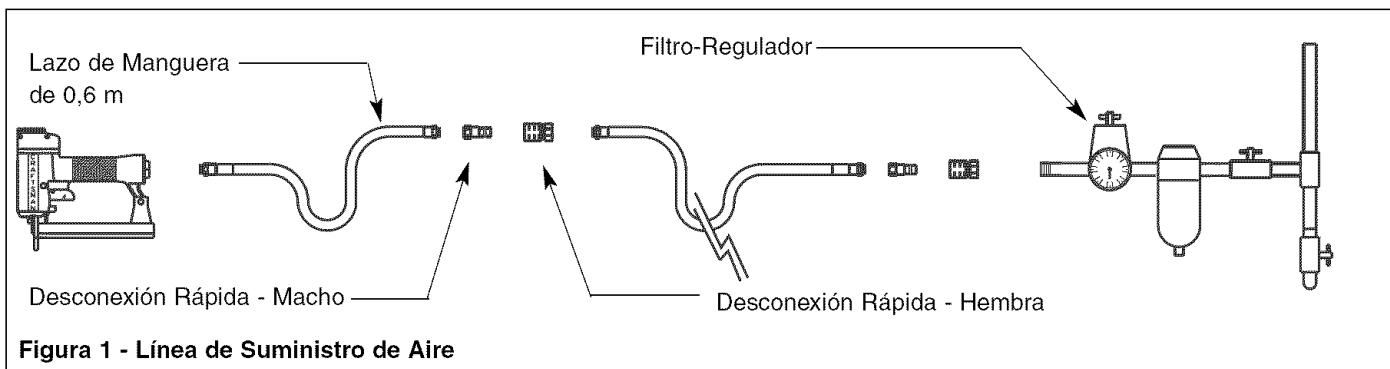

Figura 1 - Línea de Suministro de Aire
Refiérase a la Figura 1 (página 9).
- Se requiere un sistema de filtro-regulador, el cual se debe colocar tan cerca de la herramienta como sea posible (vea la Figura 1, página 9). Recomendamos una distancia no mayor a 4,6 m.